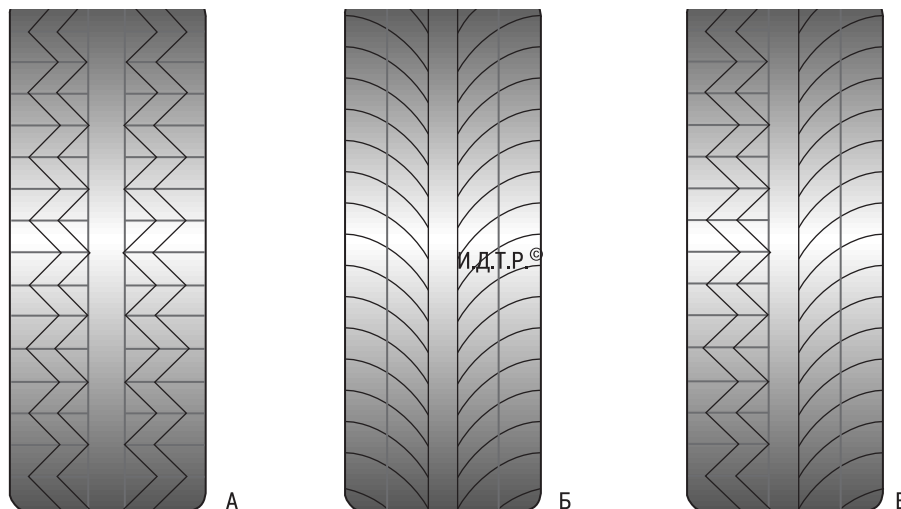

Рис. 14.4. Виды рисунков протектора: А – ненаправленный; Б – направленный; В – асимметричный
– **ненаправленный рисунок (А, рис. 14.4)** – симметричный относительно радиальной плоскости колеса (проходящей через его ось вращения). Является наиболее универсальным, поэтому большая часть шин выпускается именно с этим рисунком;